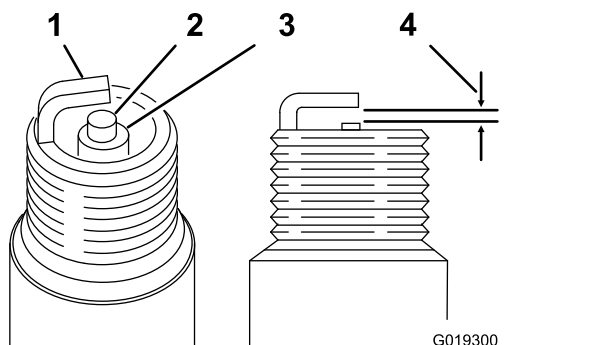

Figura 32
**Distanza:** 0,70 a 0,80 mm; fate riferimento a Figura 32
4. Impostate la distanza fra gli elettrodi tra 0,70 e 0,80 mm, come illustrato nella Figura 32.